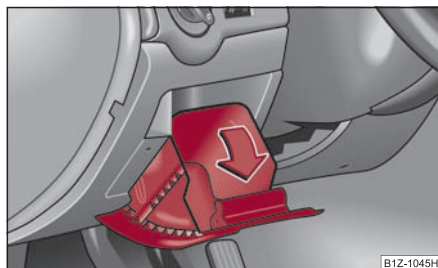

Fig. 120 Cuadro de interruptores: Compartimento guardaobjetos en el lado del conductor
- El compartimento guardaobjetos se abre levantando el tirador y abriéndolo en sentido de la flecha ⇒ fig. 120.